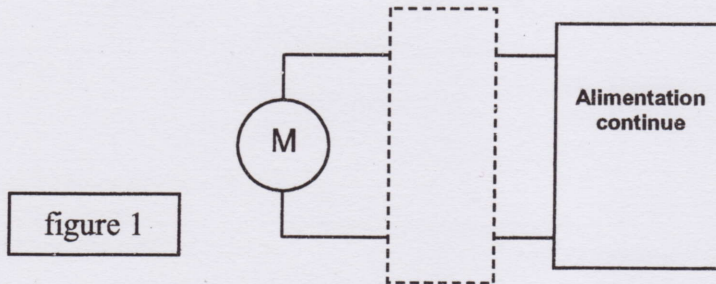

figure 1
5.5.1. Placer sur la figure 1 du document réponse 1 page 7 les appareils nécessaires pour mesurer la valeur de la tension U et l'intensité du courant I en précisant les positions AC ou DC choisies.